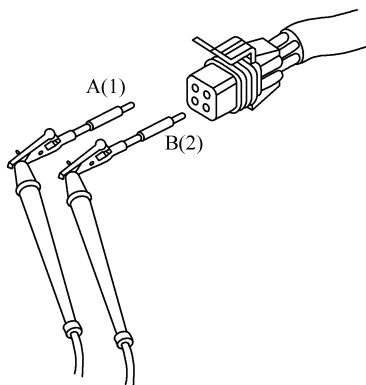
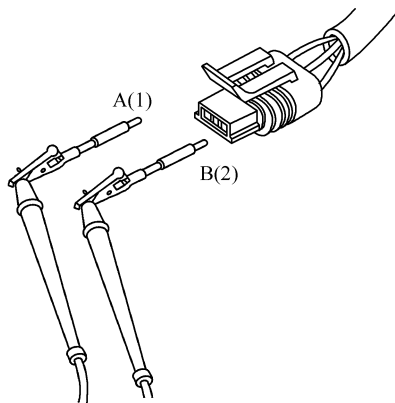

图 3-57 测量机油压力/温度传感器插头触针 A
图 3-58 测量燃油进口阻力传感器插头触针 A
① 从机油压力/温度传感器上断开传感器线束，打开钥匙开关。
② 测量机油压力/温度传感器插头触针 A (或 1) 与 B (或 2) 之间的电压 (图 3-57)，应小于 4.5V，并且故障码 187 仍然起作用为合格。若不合格，更换机油压力/温度传感器。
① 从燃油进口阻力传感器上断开执行器线束，打开钥匙开关。
② 测量燃油进口阻力传感器插头触针 A (或 1) 与 B (或 2) 之间的电压 (图 3-58)，应小于 4.5V，并且故障码 187 仍然起作用为合格。若不合格，更换燃油进口阻力传感器。